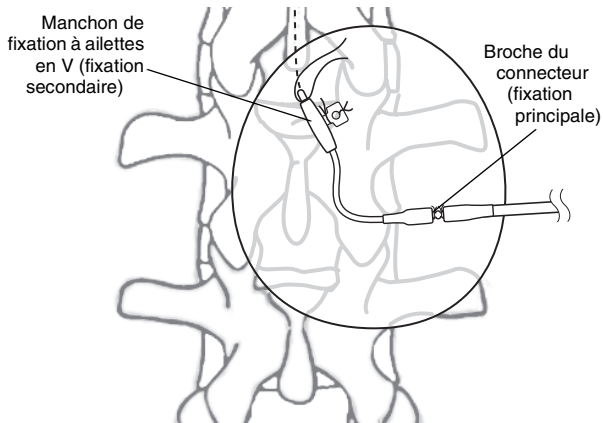

Figure 11. Fixation du cathéter.
10. Pratiquer une solide suture non-résorbable dans chacune des deux rainures au centre de la broche du connecteur et fixer sur l'aponévrose (Figure 11 à la page 29).